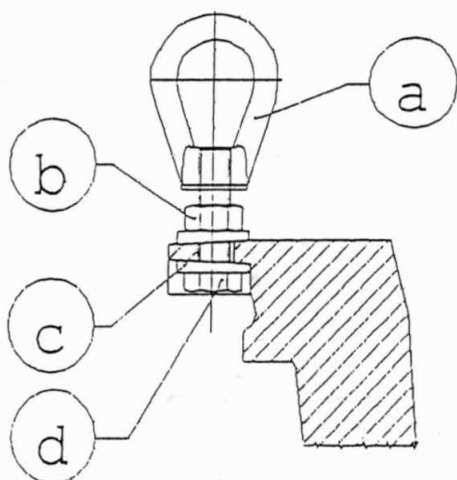

fig. 4
- imbracare la mascella fissa Per il sollevamento occorre utilizzare i fori a nicchia presenti sul lato superiore della mascella, servendosi dell'attrezzo visibile in fig. 4 [costituito da un golfare femmina (fig. 4/a) UNI 2947 M20, una vite (fig. 4/d) UNI 5739 M20x70, due piastrine per appoggio (fig. 4/c) UNI 6598 con foro \varnothing 22 e un dado (fig. 4/b) UNI 5588 M20], avendo cura di stringere a sufficienza il dado e verificare l'ancoraggio prima della movimentazione (**importante:** riferirsi ai dati forniti dal costruttore per le modalità di impiego);
- la mascella così si libera e può essere sollevata utilizzando i fori a nicchia presenti sul lato superiore della mascella [l'attrezzo da impiegare è visibile in figura 4 ed è costituito da un golfare femmina (fig. 4/a) UNI 2947 M20, una vite (fig. 4/d) UNI 5739 M20x70, due piastrine per appoggio (fig. 4/c) UNI 6598 con foro diam. 22 e un dado (fig. 4/b) UNI 5588 M20] avendo cura di stringere a sufficienza il dado e di verificarne il corretto ancoraggio prima della movimentazione;